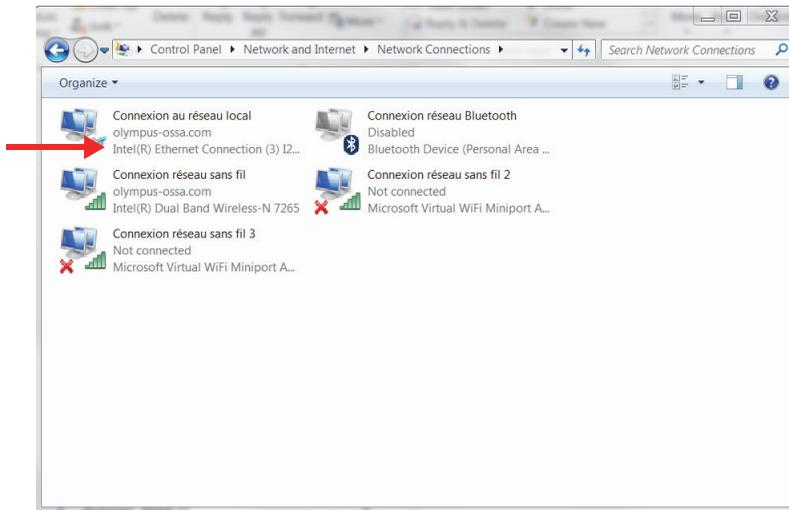

Figura 1-5 Connessioni di rete
1. Aprire l'elenco delle connessioni di rete nel **Control Panel** (Pannello di controllo) e identificare la connessione usata per il collegamento dell'unità FOCUS PX (vedi Figura 1-5 a pagina 27).